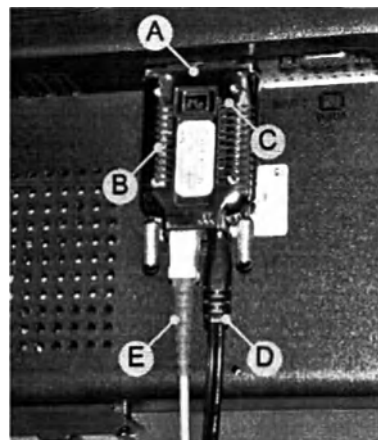

Рисунок 34. Подключения удаленного монитора.
2. Подключите видеоудлинитель MONITOR к удаленному монитору (см. Рисунок. 34):